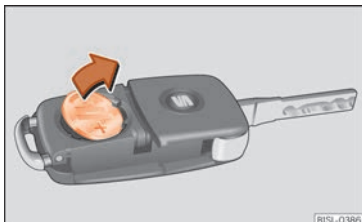

Abb. 66 Fahrzeugschlüssel: Batterie herausnehmen.
- Batterie mit einem geeigneten dünnen Gegenstand aus dem Batteriefach heraushebeln »» **Abb. 66**.
- Neue Batterie wie gezeigt ansetzen »» **Abb. 66** und entgegen der Pfeilrichtung in das Batteriefach drücken »» ⚠.